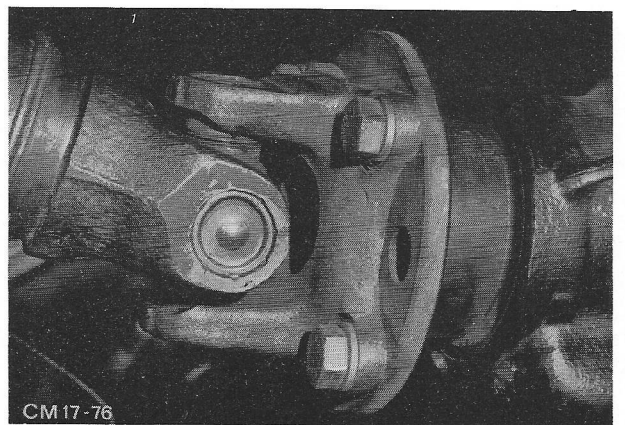

Fig.166 Cardanas op pignonflens vastzetten.
7. Zet de bouten van de cardanasflens vast met het voorgeschreven aantrekkoppel (gebruik nieuwe veerringen) (fig.166).